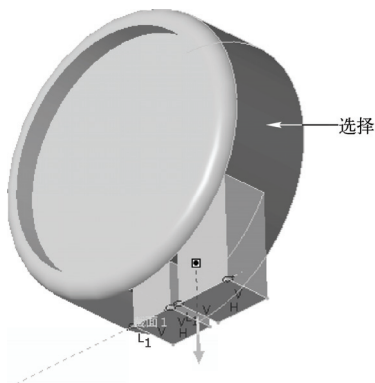

图 17-32 选择合适的曲面一
STEP 09 单击“关闭”面板中的“确定”按钮，完成截面绘制并退出草绘环境。返回“拉伸”选项卡，设置拉伸类型为“拉伸至选定的点、曲线、平面或曲面”，在模型中选择合适的曲面，如图 17-32 所示。